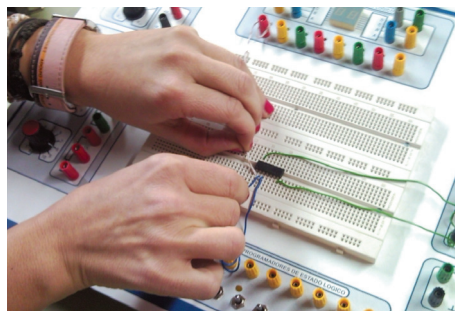

Fig. 1.20.
2. Conecta a cada entrada del 74LS00 y 74LS02 un interruptor para simular la combinación binaria de entrada (Fig. 1.20).